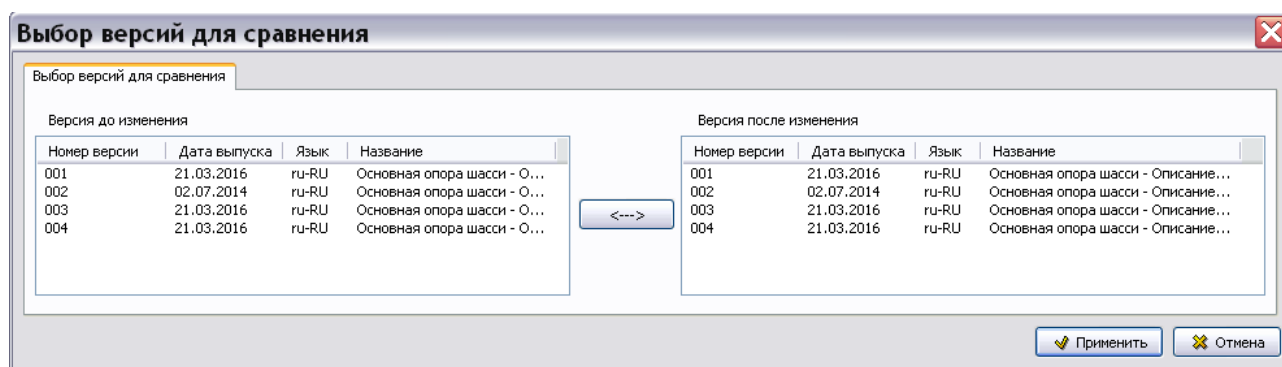

Рис. 20.20
1. В редакторе версий МД выделите сравниваемые версии МД и нажмите на кнопку **Сравнить**. После этого появится диалоговое окно **Выбор версий для сравнения** (Рис. 20.20).